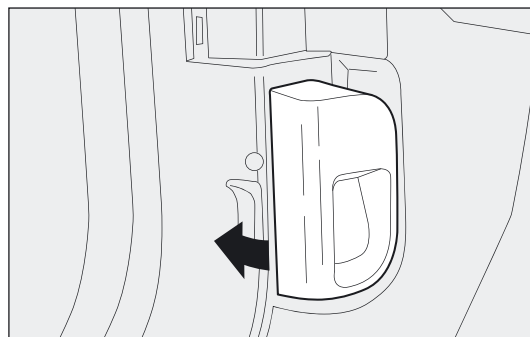

fig. 108
- ☐ trek de hendel fig. 108 in de richting van de pijl;